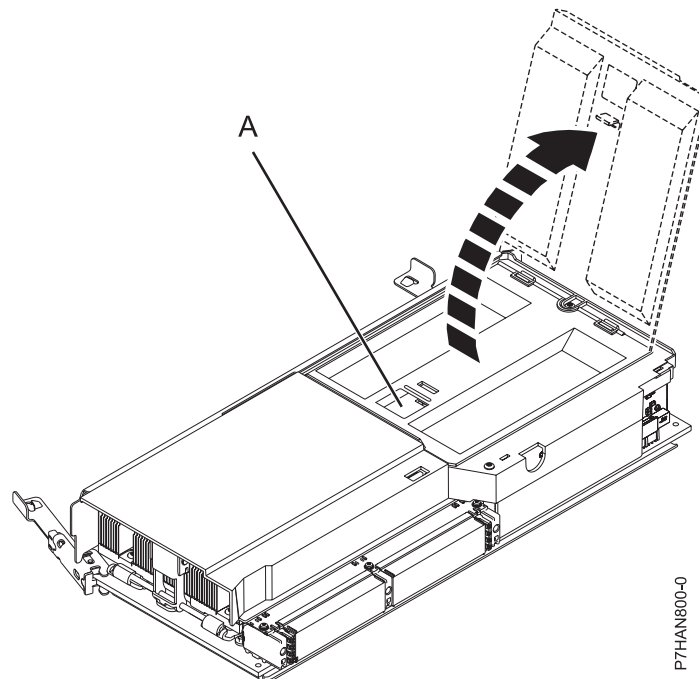

Figura 4. Extracció d'un mòdul de memòria
10. Desbloqueu la coberta de mòduls de memòria empenyent la pestanya de bloqueig (A) cap avall, com es mostra a la Figura 4. Aixegueu la coberta per accedir als mòduls de memòria.